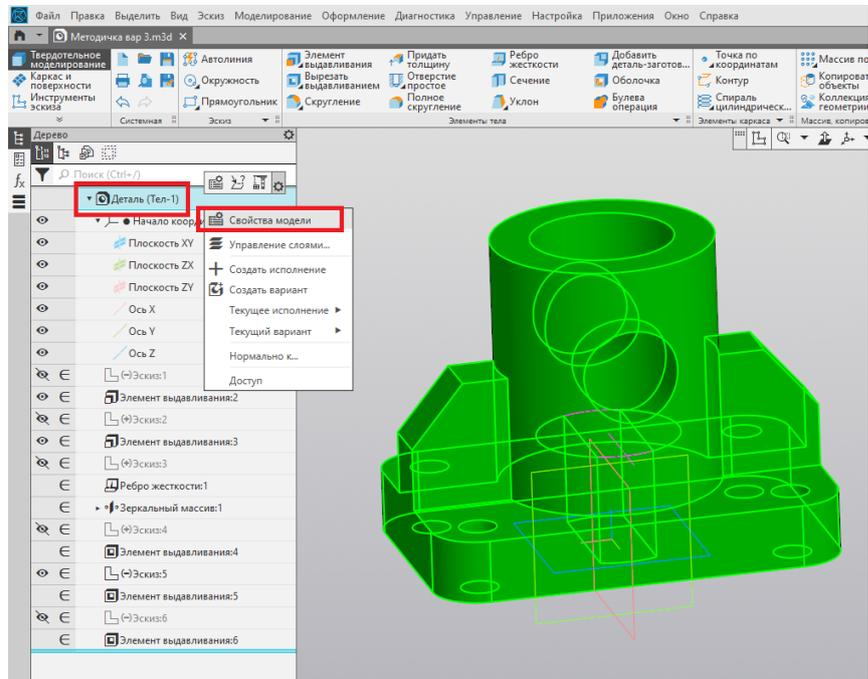

Рис. 162
1. Для задания материала нажимаем правой кнопкой мыши в дереве построений на позицию «Деталь» и заходим в свойства модели (рис. 162).